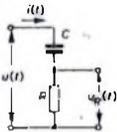

Bild 8 RC-Glied, das je nach der Größe der Zeitkonstante als Koppel- oder Differentiationsglied wirkt
betrachtet (Bild 8). Aus Gl. (13) ergibt sich dann die Zeitkonstante τ zu